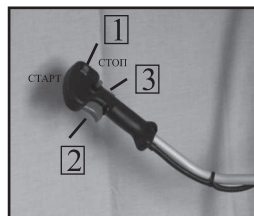

рис.8
а) Переведите выключатель зажигания 1 (рис.8) в положение “СТАРТ”;
7.2.1 Отпустите рычаг управления дроссельной заслонкой 3 (рис.8).
7.2.2 Переведите выключатель зажигания 1 (рис.8) в положение “СТОП”